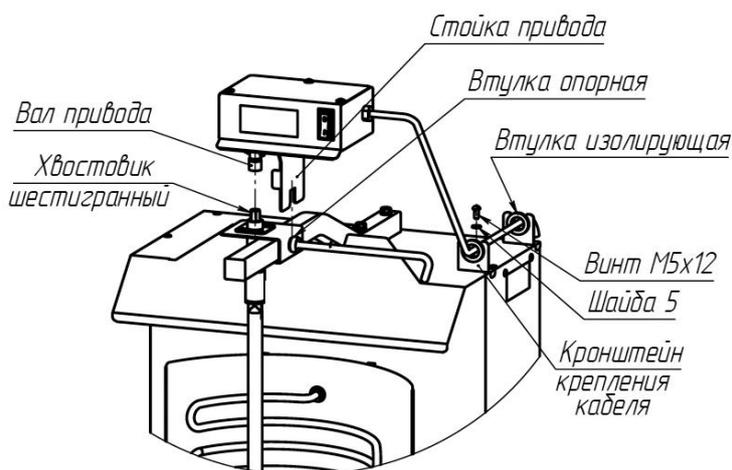

Рис. 1
4.3. Установить привод на держатель ножа (рис.1).
4.4. Установить кронштейны крепления кабеля на крышке установки с помощью крепежа (рис.1).
4.5. Изолирующие втулки, надетые на сетевой кабель, вставить в пазы кронштейнов крепления кабеля (рис.1).